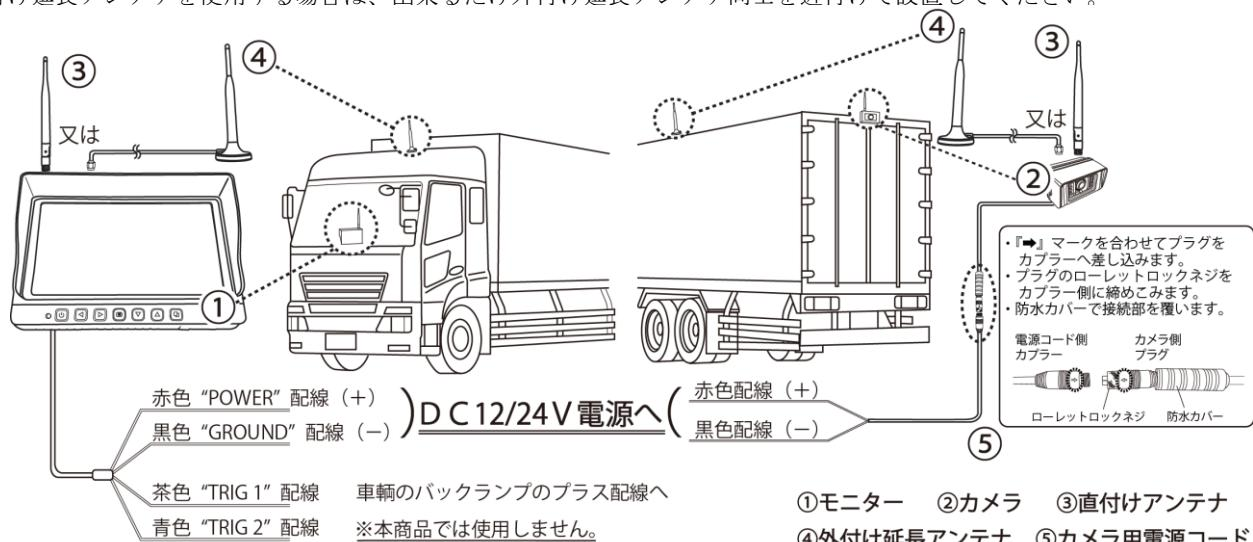

図 1
※図1を参考に、本商品を車両に接続してください。
- ⑤モニターを任意の角度に調整し、③で取り付けしたノブ付ボルト、Sワッシャ、ワッシャ×4セットを本締めしてください。
- ⑥モニター電源コードの赤色“POWER”配線をDC12/24V車輛の陽極(+)側へ、黒色“GROUND”配線を陰極(-)側に、必ず絶縁処理を施して確実に接続してください(図1参考)。
- ⑦モニター電源コードの茶色“TRIG1”配線を車輛のバックランプのプラス配線へ確実に接続してください(図1参考)。
- ①必要に応じて、カメラコードや外付け延長アンテナコードを通す穴及び、ステーを固定する穴の位置決めをして、穴開け加工を行ってください。
- ②カメラコードを①で開けた穴に通して、カメラコードのプラグとカメラ用電源コードのカプラーの『➡』マークを合わせて、奥まで確実に差し込んでください。そして、**カメラコードのプラグのローレットロックネジを時計回転方向に回して確実に締め込んでください。締め込み確認後、防水カバーで接続部を覆ってください**(図1参考)。
- ⑥カメラを任意の角度に調整してから、⑤で取り付けした六角穴付きボルト(Sワッシャ、ワッシャ付)×4セットを本締めしてください。
- ⑦カメラ用電源コードの赤色配線をDC12/24V車輛の陽極(+)側へ、黒色配線を陰極(-)側に、必ず絶縁処理を施して確実に接続してください(図1参考)。
- ⑧カメラ用電源コードを車内配線する際は、カメラコードとカメラ用電源コードの**接続部は、極力ボディーの外には出さない**でください。又、コードを無理に折り曲げたり、挟まないでください。